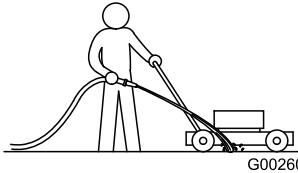

Figure 13
3. Mettez le moteur en marche et engagez la lame, puis dirigez un jet d'eau devant la roue arrière droite (Figure 13).